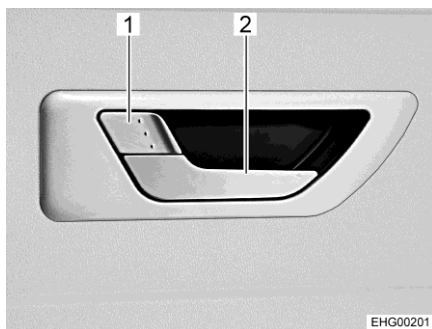

Bild 52 Dörrlås (bodelsdörr, insida)
- Om dörrlåset är låst: Drag i det långa dörrhandtaget (Bild 52,2). Dörren är upplåst och öppen.
- När dörren är stängd trycker du på det korta dörrhandtaget (Bild 52,1).